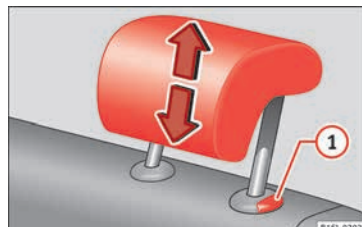

Abb. 66 Kopfstütze hinten einstellen.
- Kopfstütze in Pfeilrichtung nach oben oder bei gedrückter Taste » Abb. 66 1 » ⚠️ nach unten schieben.